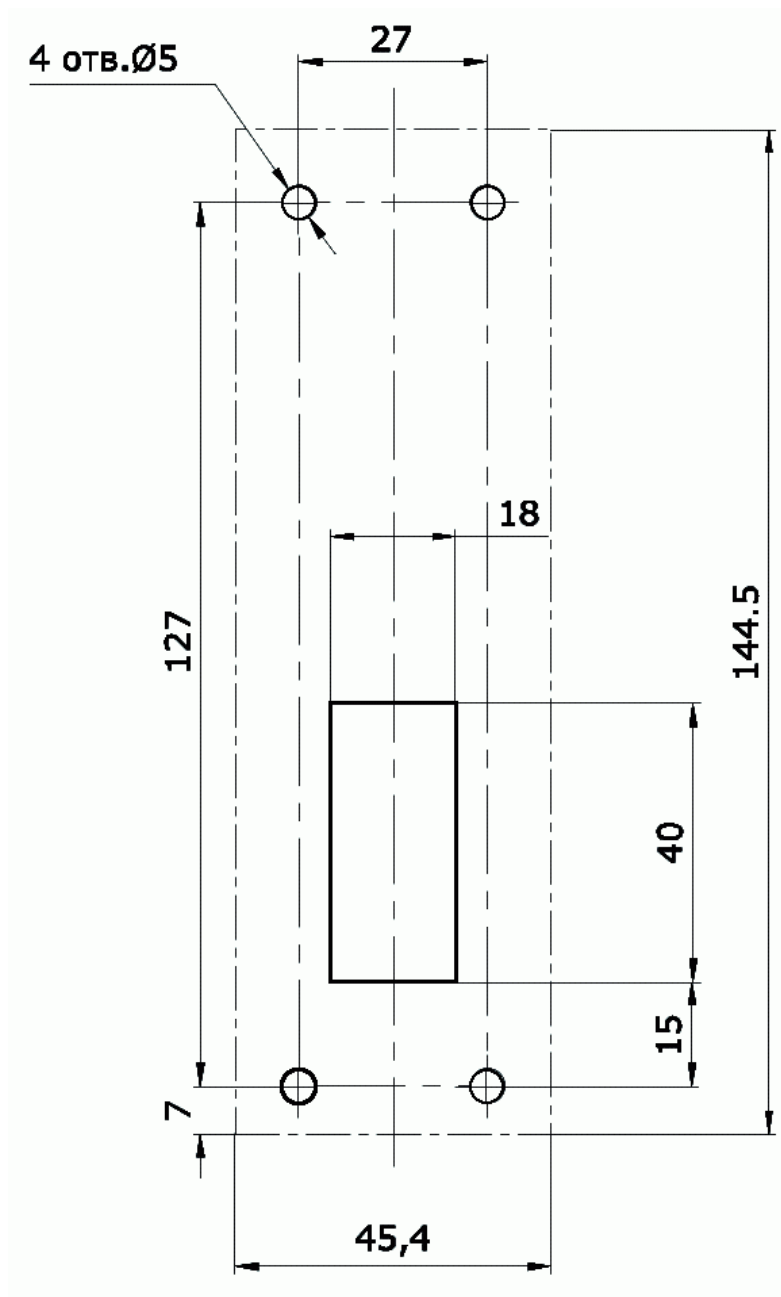

Рис. 4 Разметка отверстий для установки считывателя
5.3. Произведите разметку и разделку отверстий на установочной поверхности для крепления металлического основания и проводки кабеля от считывателя (см. рис. 4).